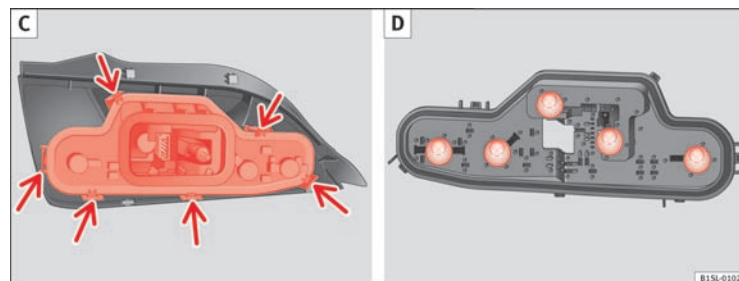

Fig. 149 Baglygte: C: afmontering af pæreholder, D: afmontering af pærer
9. Løsn pæreholderen ved låsetapperne (pile) ⇒ Fig. 149 C, og tag pæreholderen ud af baglygten.
10. Udskift den defekte pære med en ny pære af samme type ⇒ Fig. 149 D.
11. Sæt pæreholderen ind i baglygten. Du skal kunne høre, at låsetapperne (pile) ⇒ Fig. 149 C går i hak.